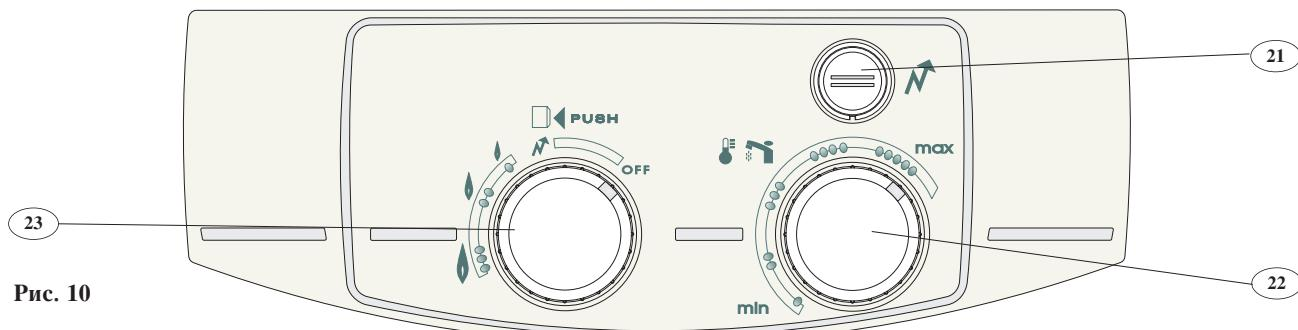

Рис. 10
- Выньте рукоятки регулировки (23) подачи газа и температурного реле (22) (рис.10), потянув их на себя
Переведите кнопку-регулятор подачи газа (23) в положение "↗" (рис. 10).
После того, как включится запальная газовая горелка, продолжайте удерживать кнопку-регулятор подачи газа (23) в положении "↗" еще несколько секунд, чтобы запустить систему безопасности на основе термопары, а затем переведите регулятор (23) в положение между отметками "()" и "()" (рис. 10).